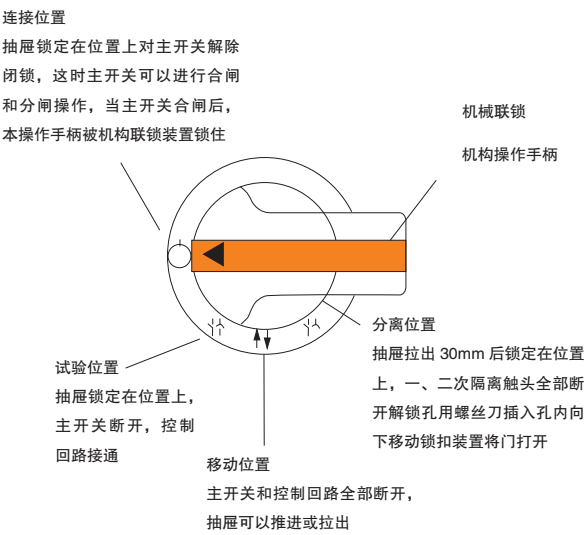

图 7 8E ~ 24E 抽屉操作手柄位置图
-fig.7 The position of 8E-24E drawers'handle